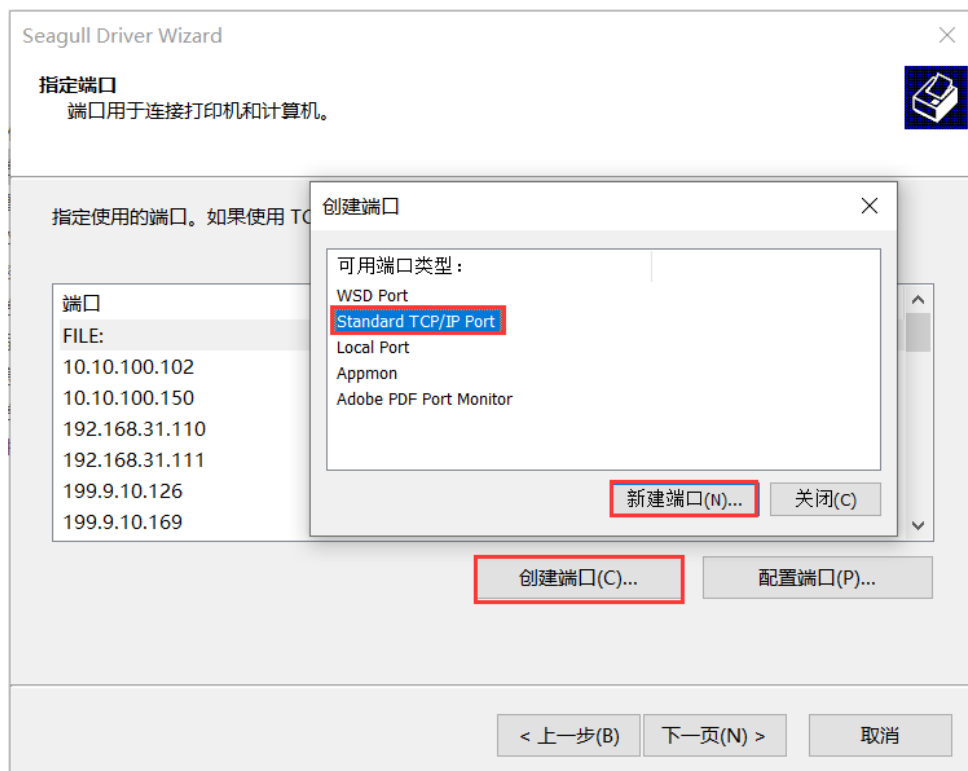

图 2-40 指定端口界面
5. 在“指定端口”界面中，点击“创建端口”，弹出“创建端口”对话框，选择“Standard TCP/IP Port” - “新建端口”，如图 2-40 所示。